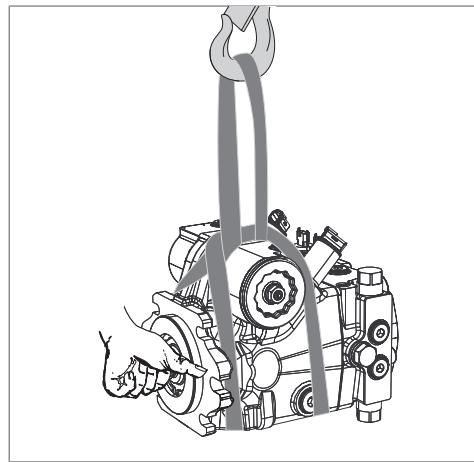

Abb. 4: Transport mit Hebeband
- ▶ Legen Sie das Hebeband so um die Axialklobeneinheit, dass es weder über Anbauteile (z. B. Ventile, Verrohrung) verläuft, noch dass die Axialklobeneinheit an Anbauteilen aufgehängt wird (siehe Abb. 4).